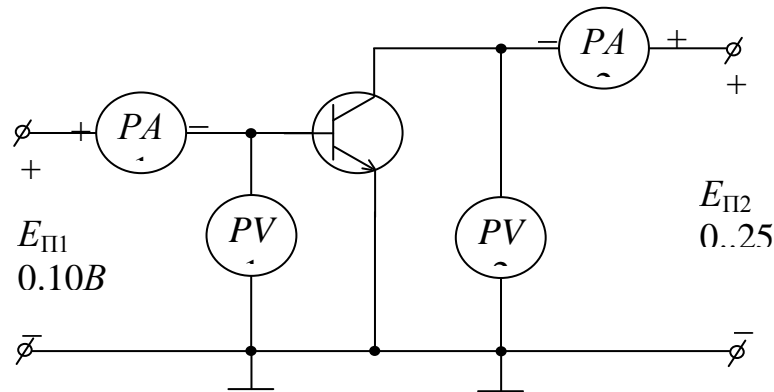

Рис.3.5.б. Схема включения $n-p-n$ транзистора в схеме с ОЭ для снятия
3. Собрать схему для снятия характеристик транзистора при включении его по схеме ОЭ, изображенной на рис. 3.5, а или 3.5, б в зависимости от структуры транзистора. **ВНИМАНИЕ!** Общие точки вольтметров соединять согласно схеме.
Рис.3.5 а. Схема включения $p-n-p$ транзистора в схеме с ОЭ для снятия